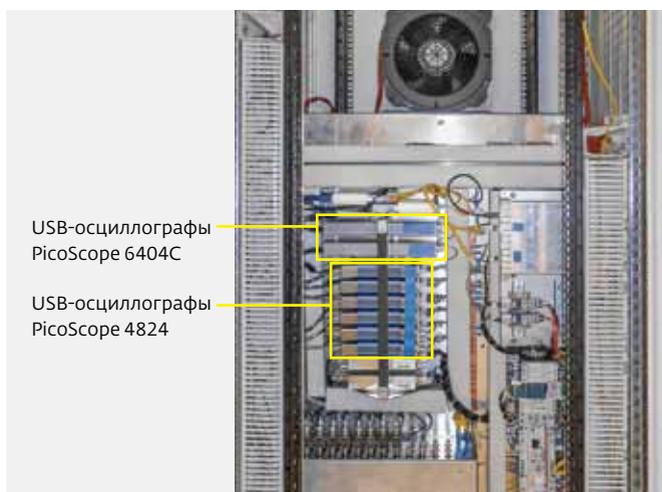

Рис.3. Внутреннее оснащение шкафа системы мониторинга (выделены осциллографы PicoScope 4824 и PicoScope 6404C)
- PicoScope 4824 (АКИП-74824) – семь 1-МГц каналов для записи данных и канал для синхронизации (рис.2). Внутреннее оснащение шкафа системы мониторинга показано на рис.3.